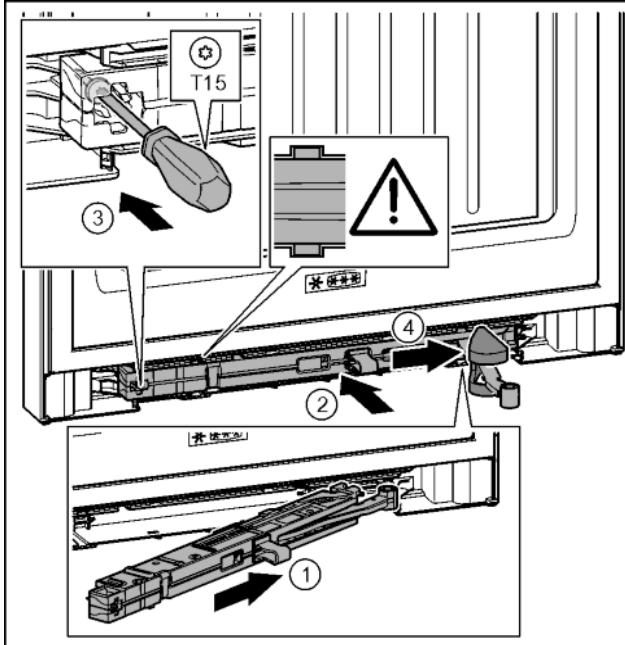

Fig. 39
- Вставить узел амортизатора со стороны опорного кронштейна в выемку до упора под наклоном. Fig. 39 (1)
- Полностью вставить узел амортизатора в выемку. Fig. 39 (2)
- Затянуть винт отверткой T15. Fig. 39 (3)
- Переместить крышку над шарниром. Fig. 39 (4)